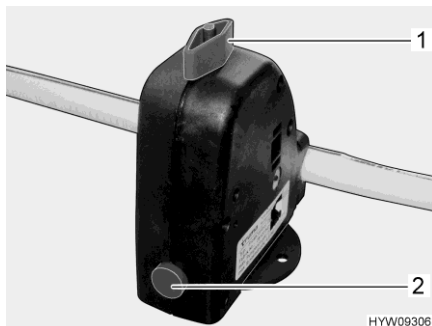

Bild 190 Sicherheits-/Ablassventil (Truma)
- Sicherheits-/Ablassventil (Truma) schließen. Dazu den Drehknopf (Bild 190,1) quer zum Sicherheits-/Ablassventil drehen und den Druckknopf (Bild 190,2) eindrücken.